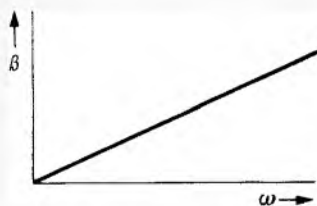

Bild 3. Verlauf von β in Abhängigkeit von ω für konstante Phasengeschwindigkeit
2.4.3 Sollen zwei Wellen ein System mit gleicher Phasengeschwindigkeit durchlaufen, so muß β proportional mit ω wachsen (Bild 3). Bild 2 soll diese Tatsache an einem Beispiel demonstrieren. Am Leitungsanfang habe die Welle u_{fa} zur Zeit t_1 gegen die Welle u_{fb} eine Phasendifferenz von 90° (Bild 2a). Da bei Wellen unterschiedlicher Wellenlänge im Ablauf einer Periode alle Phasenwinkel als Phasendifferenz zwischen ihnen auftreten, muß man bei solcher Aussage von einer Bezugsphasenlage ausgehen. Dafür ist in Bild 2 der Nulldurchgang von negativen zu positiven Winkeln der Welle u_{fa} gewählt. Die Wellenlänge λ_a sei zu $3 \cdot \lambda_b$ angenommen.